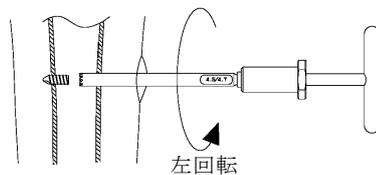

図2
- Tハンドルを接続したハローリーマーにて、外側から用手的に押し付けながら左回転でスクリュー先端周囲の骨を除去した後（図2）、摘出ボルトを左回転させスクリューに押し付けながらかみ合わせ、抜去します。（図3）骨孔が大きくなるため（くり抜き径 6.6mm）、再骨折等に注意して下さい。